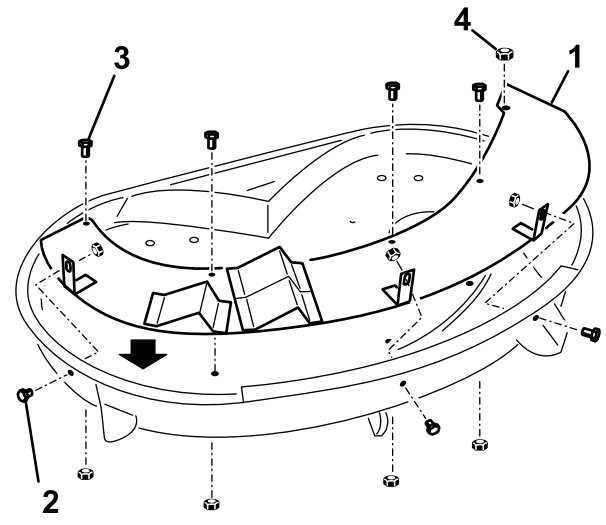

Bild 2
1. Montieren Sie das obere Ablenkblech. Die Zungen müssen zum Mähwerk zeigen, siehe Bild 2. Stellen Sie sicher, dass das Gewinde der Auswurfkanalstange durch das Loch am Ablenkblech gedreht ist.
2. Setzen Sie die vorher entfernte Sicherungsmutter auf das Gewinde der Befestigungsstange des Auswurfkanals auf und befestigen Sie das Ablenkblech am Mähwerk (Bild 2).
3. Setzen Sie durch die Seite des Mähwerks an jeder Zunge drei Schrauben (5/16 x 5/8 Zoll) und drei Bundmuttern (5/16 Zoll) ein, siehe Bild 2. Montieren Sie die Befestigungen mit den Muttern an der Innenseite.
4. Stecken Sie vier Schrauben (1/4 x 5/8 Zoll) in das Ablenkblech und durch die Oberseite des Mähwerks und befestigen Sie diese mit vier Sicherungsmuttern (1/4 Zoll), siehe Bild 2.